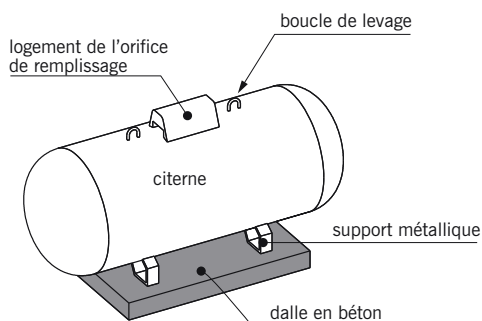

fig. 17.34
- La citerne est apparente. Dite « aérienne », elle est mise en place sur une dalle ou sur des traverses en béton (fig. 17.34).